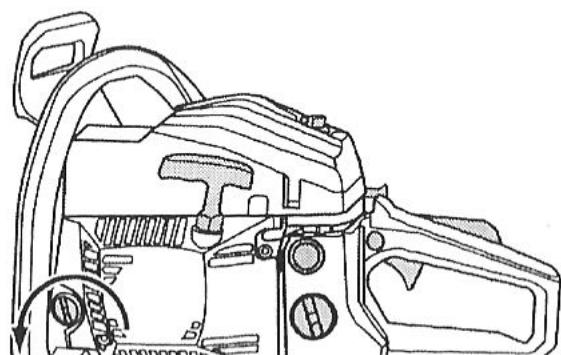

Рис. 11
3. Выкрутите крышку масляного бачка (26), поворачивая ее против часовой стрелки (Рис. 11), затем снимите ее.